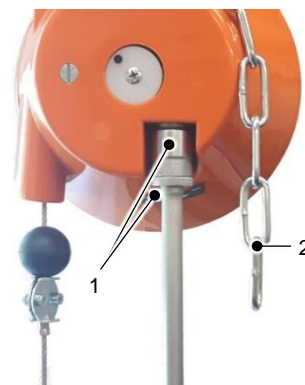

Fig. 5.2 – Réglage fin de l'équilibreur à ressort
L'équilibreur à ressort est fixé par une chaîne de sécurité (2), voir fig. 5.2 – Réglage fin de l'équilibreur à ressort. Celui-ci doit être sécurisé en position fixe, indépendamment de la suspension de l'équilibreur à ressort.